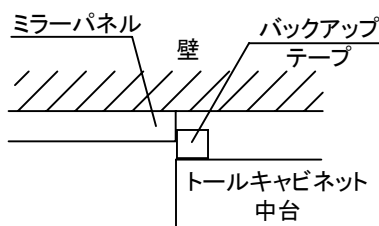

図10-5
- ④付属のバックアップテープを中台キャビネット背面のミラーパネル側に取付けてください。(図10-5)